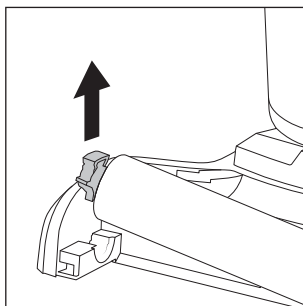

Fig. 34
- ◆ Saisissez le support à gauche du rouleau brosse ❹ et tirez-le vers le haut pour détacher le rouleau brosse de la tête de nettoyage ❶ (voir fig. 34).